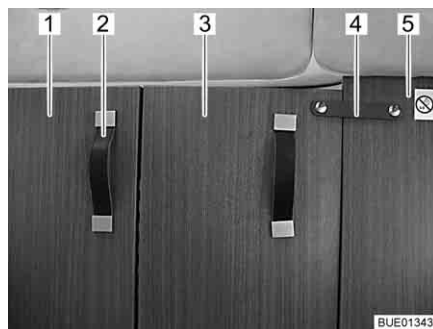

Bild 57 Skiljeplatta till förarhytt, stängd
- Dra in skiljeplattan till förarhytten (Bild 57,1) helt med hållbandet (Bild 57,2).
- Sätt, med låsbandet (Bild 57,4), fast den fällbara delen av skiljeplattan till förarhytten (Bild 57,3) på den fasta mellanväggen (Bild 57,5) bakom passagerarstolen.